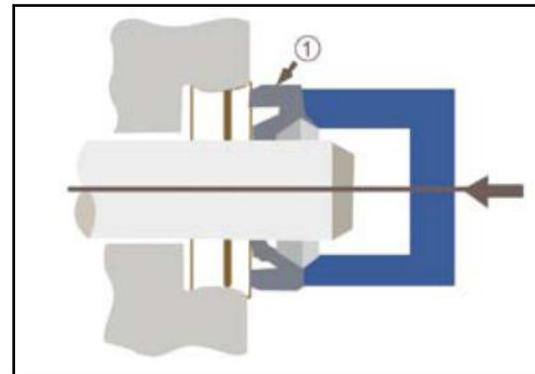

Fig.1.11
- Al volver a instalar, debe usar lubricante a todas las piezas y los ejes. Debe usar grasa en el labio de los retenedores de aceite, arandelas de seguridad, empaques y pasadores. **Fig.1.11**